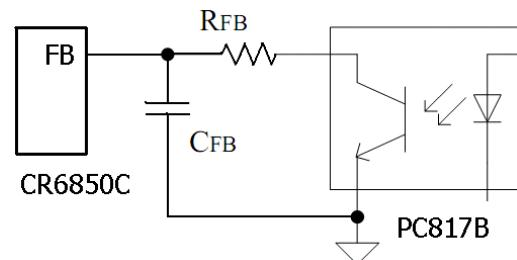

图 1.7.2 FB 低通滤波器
3) . 当系统工作在满载的情况下，如果系统出现可听及的异音时，请检查系统是否工作正常，如果你确认无误，请检查芯片的 FB 端的电压波形是否较平滑，如果发现较大的干扰请检查系统的 PCB layout 是否合理，对于较小的干扰可通过外加滤波网络进行抑制，如图 1.7.2 中的 R_{FB} 及 C_{FB} 组成的低通滤波器，这里 R_{FB} , C_{FB} 的取值不宜过大，比如 47 Ohm , 1000 PF ；根据系统的实际情况， R_{FB} 可以为 0 Ohm 。 R_{FB} , C_{FB} 的取值会影响系统的环路稳定，一般 C_{FB} 的取值建议要 $\leq 4700\text{PF}$ 。